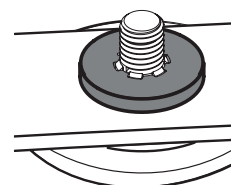

Fig. 57
- Con cuidado coloque la arandela plana en el eje del husillo. Asegúrese de que las ranuras en la base de las roscas del eje de husillo se alinean con las ranuras de la arandela (Fig. 57).